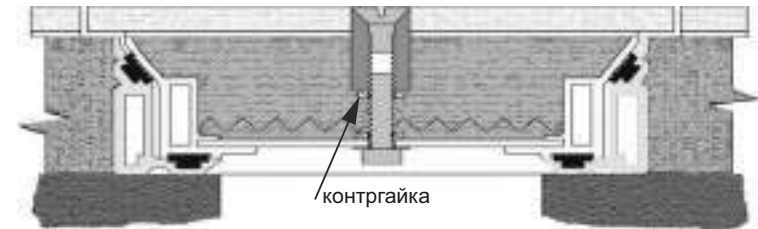

Рис. 3
1. Установите раму люка в проем в полу так, чтобы кромка рамы была расположена на одном уровне с поверхностью подстилающего слоя пола (стяжки), Рис. 3.